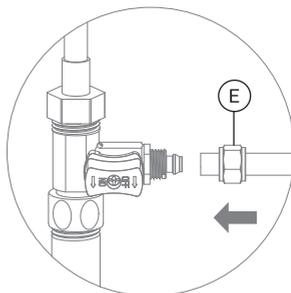
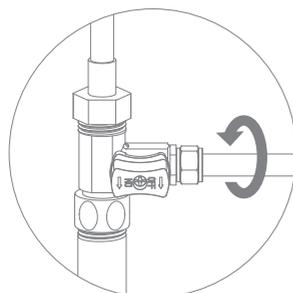

Рис. 7
Рис. 8
2. В гайку (Е) проденьте зеленую трубку (рис. 7). Конец трубки наденьте на штуцер адаптера-вентиль до упора и плотно накрутите гайку (рис. 8).